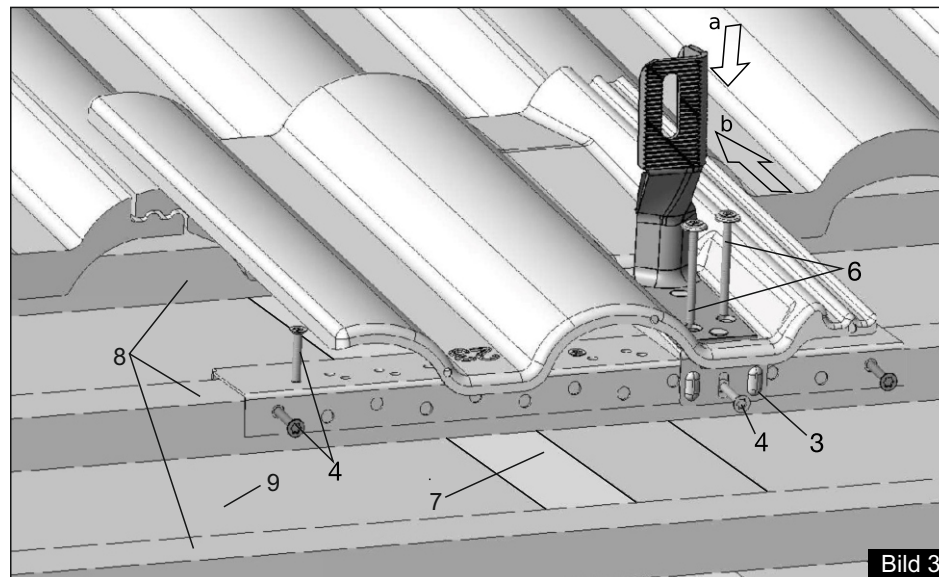

Bild 3
- Aufdachmodulhalter mit Metaldachplatte eindecken, mit Schrauben (6) und Schraube (4) montieren und Verstärkungsschiene zusätzlich mit Schraube (4) (alternativ auch von oben schraubbar) an der Dachlatte befestigen. (Bild 3)